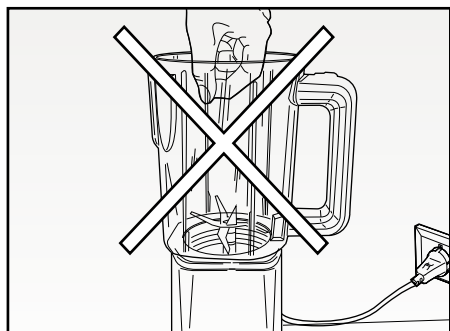

Fig. 6
14. Non inserire mai le mani nella tazza quando l'apparecchio è collegato alla rete elettrica (Fig. 6). Servirsi sempre del premicibo.